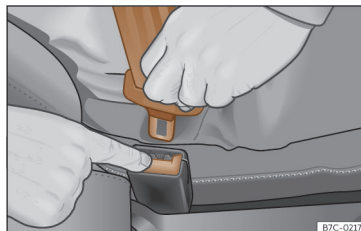

Fig. 23 Soltar a lingueta do fecho do cinto.
- Pressione o botão vermelho do fecho >>> **Fig. 23.** A lingueta saltará do fecho.